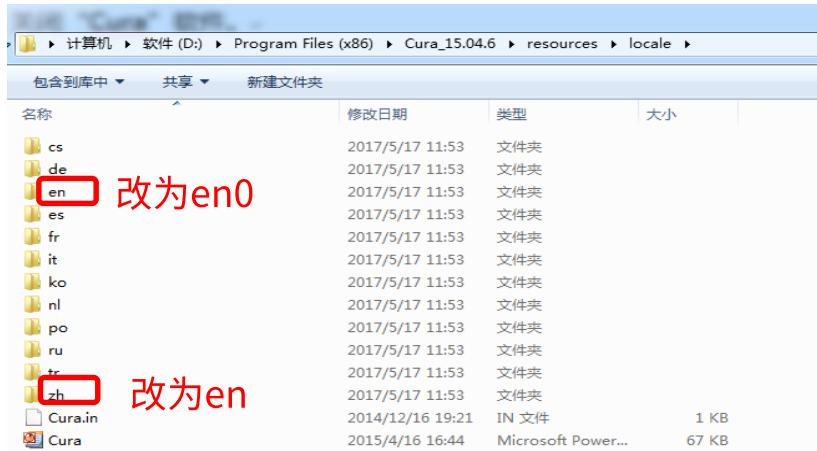

图22
- (3) 打开“resources”文件夹，并打开“locale”文件夹，如图22。